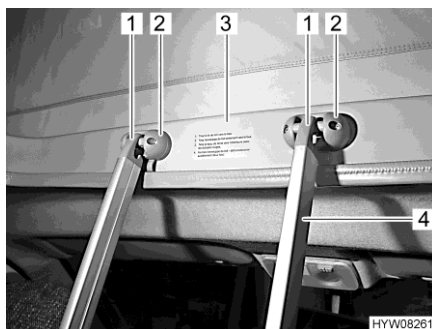

Fig. 43 Scaletta di accesso
Per accedere al letto sul tetto a soffietto utilizzare sempre la scaletta di accesso (Fig. 43,4) montata di serie.
- Agganciare la scaletta con i due archetti (Fig. 43,1) nelle graffe (Fig. 43,2) del telaio (Fig. 43,3) del tetto a soffietto.